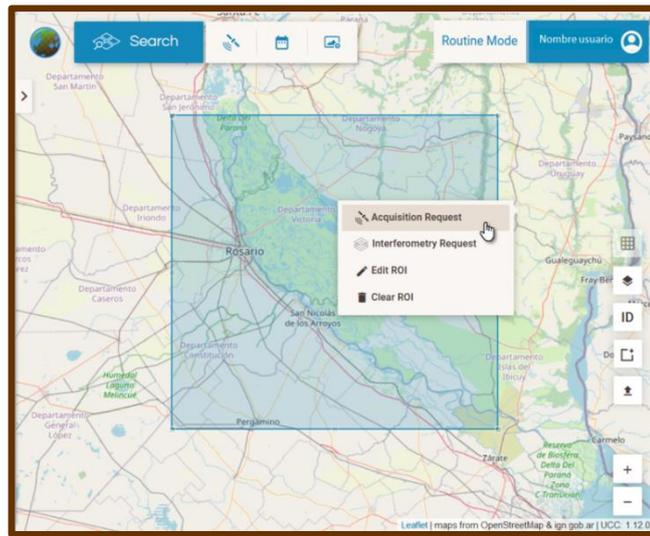

Figura 37: Acceso para confeccionar un pedido de adquisición una vez definida la ROI (Región de Interés).
- Posteriormente, dentro de la ROI, clicar con el botón derecho del mouse, para desplegar más opciones. Seleccionar la opción: **Acquisition Request** (Pedido de Adquisición), como muestra la **Figura 37**.